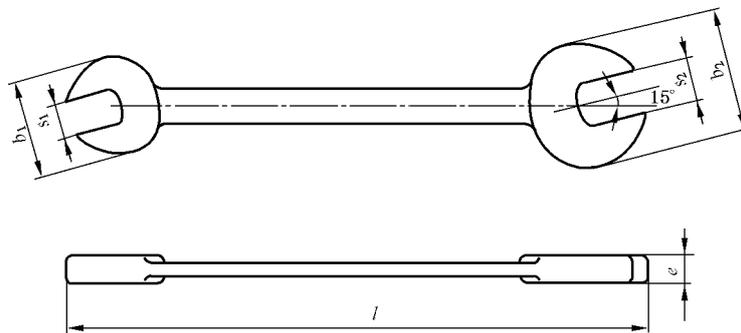
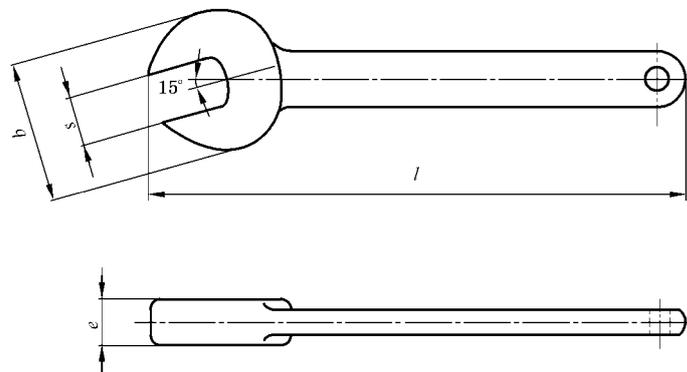

图 1 双头呆扳手
图 2 单头呆扳手
3.1.1 呆扳手分为双头呆扳手和单头呆扳手两种型式(见图 1 和图 2),双头呆扳手可分为短型和长型两种长度。